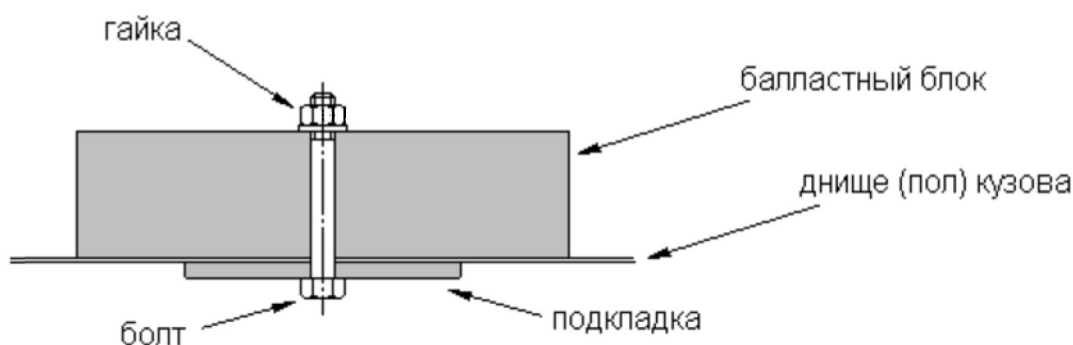

Рис.4.
- 9.13.8. Для подгонки массы автомобиля допускается применение одного или нескольких балластных грузов, при условии, что они представляют собой прочные и единые блоки, и размещенные на полу или снизу пола салона или багажника. Балласт должен быть прикреплен к кузову болтами класса 8,8 минимальным диаметром 8 мм с подкладками, в соответствии с Рис. 4. Минимальная площадь соприкосновения между кузовом и подкладками в каждой точке крепления должна быть не менее 40 см². Количество болтов: не менее двух (2) на каждые 20 кг балласта и не менее двух (2) на каждый блок весом свыше 10 кг. Толщина подкладки не менее 3 мм. Болты следует размещать вблизи периметра блока на максимальном расстоянии друг от друга. Рекомендуется размещать блоки вблизи вертикальных элементов кузова (туннель, короб, и т.п.). Также рекомендуется приваривание подкладок к панели днища.